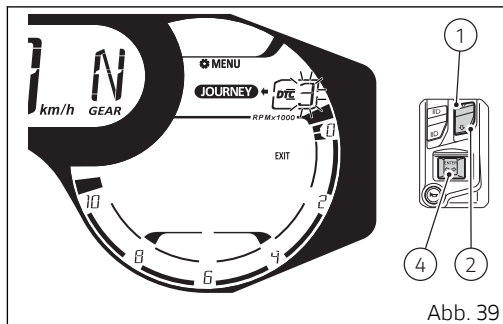

Abb. 39
Beim Öffnen der Funktion blinkt die Angabe der aktuell eingestellten Ansprechstufe der DTC (Abb. 39) auf. Mit den Tasten (1) und (2) können nun hintereinander die Werte „-“ (DTC OFF), „1“, „2“, „3“, „4“ und die Angabe „EXIT“ mit blinkender Umrandung gewählt werden.